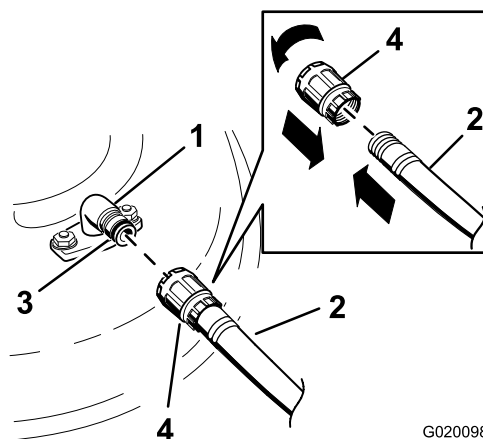

Figura 77
3. Conecte el acoplamiento de la manguera al extremo del conector de lavado del cortacésped, y abra el grifo al máximo (Figura 77).